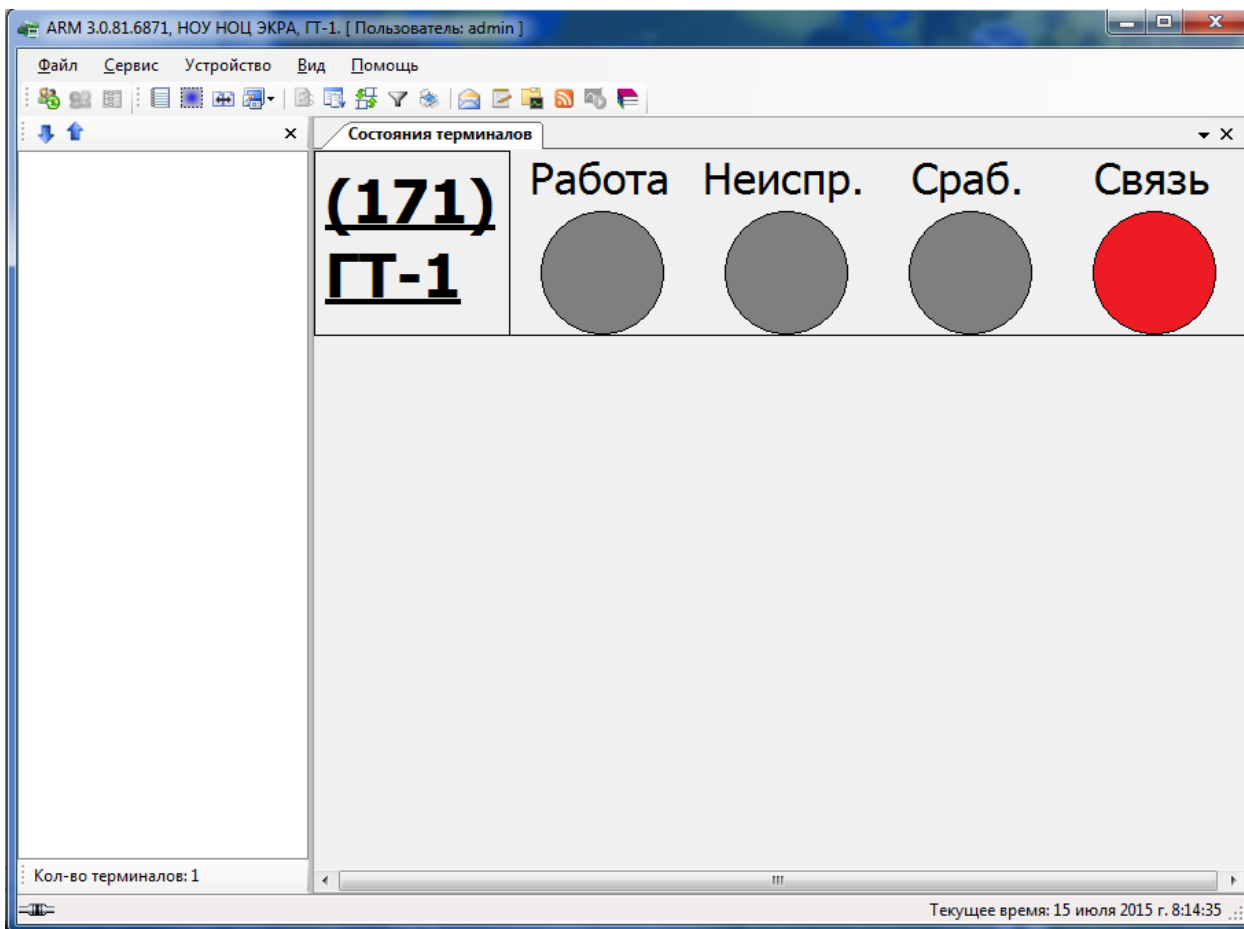

Рисунок 2.14
- а) нет связи с терминалом (см. рисунок 2.14);